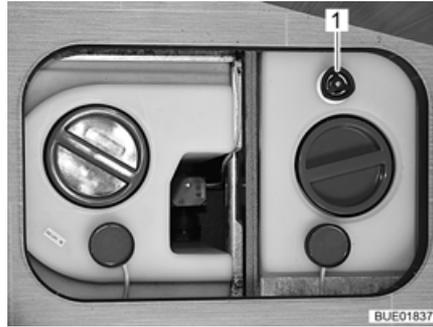

Fig. 193 Depósito de agua con tirador giratorio
- Girar el tirador giratorio (Fig. 193,1) del depósito de agua en sentido contrario a las agujas del reloj sobrepasando la resistencia, para abrir el orificio de salida completamente.